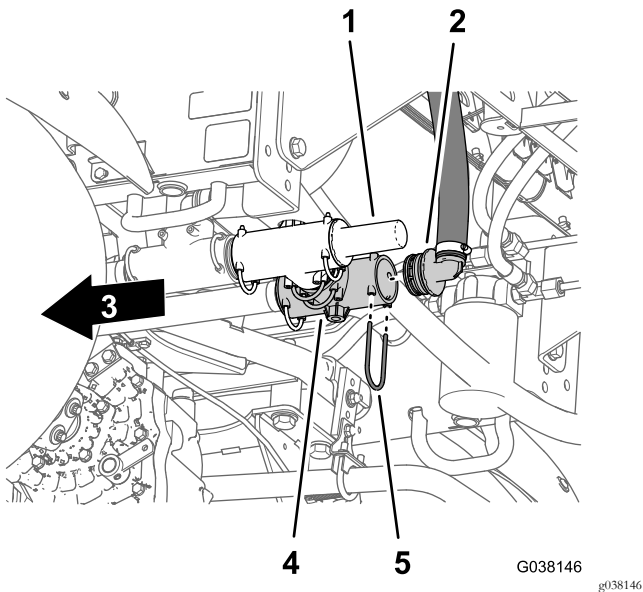

图23
1. 在机器背面卸下将回流软管的 90° 宝塔接头固定至泄压阀内侧 T 形接头的卡环 图23。
2. 从 T 形接头卸下 90° 宝塔接头 图23。